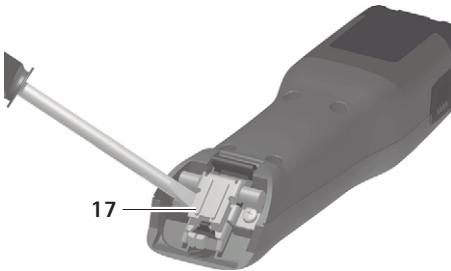

Abb. 1
- Bei geschlossenem Messerscharnier: Messerscharnier 17 mit Schraubendreher aufklappen, siehe Abb. 1.